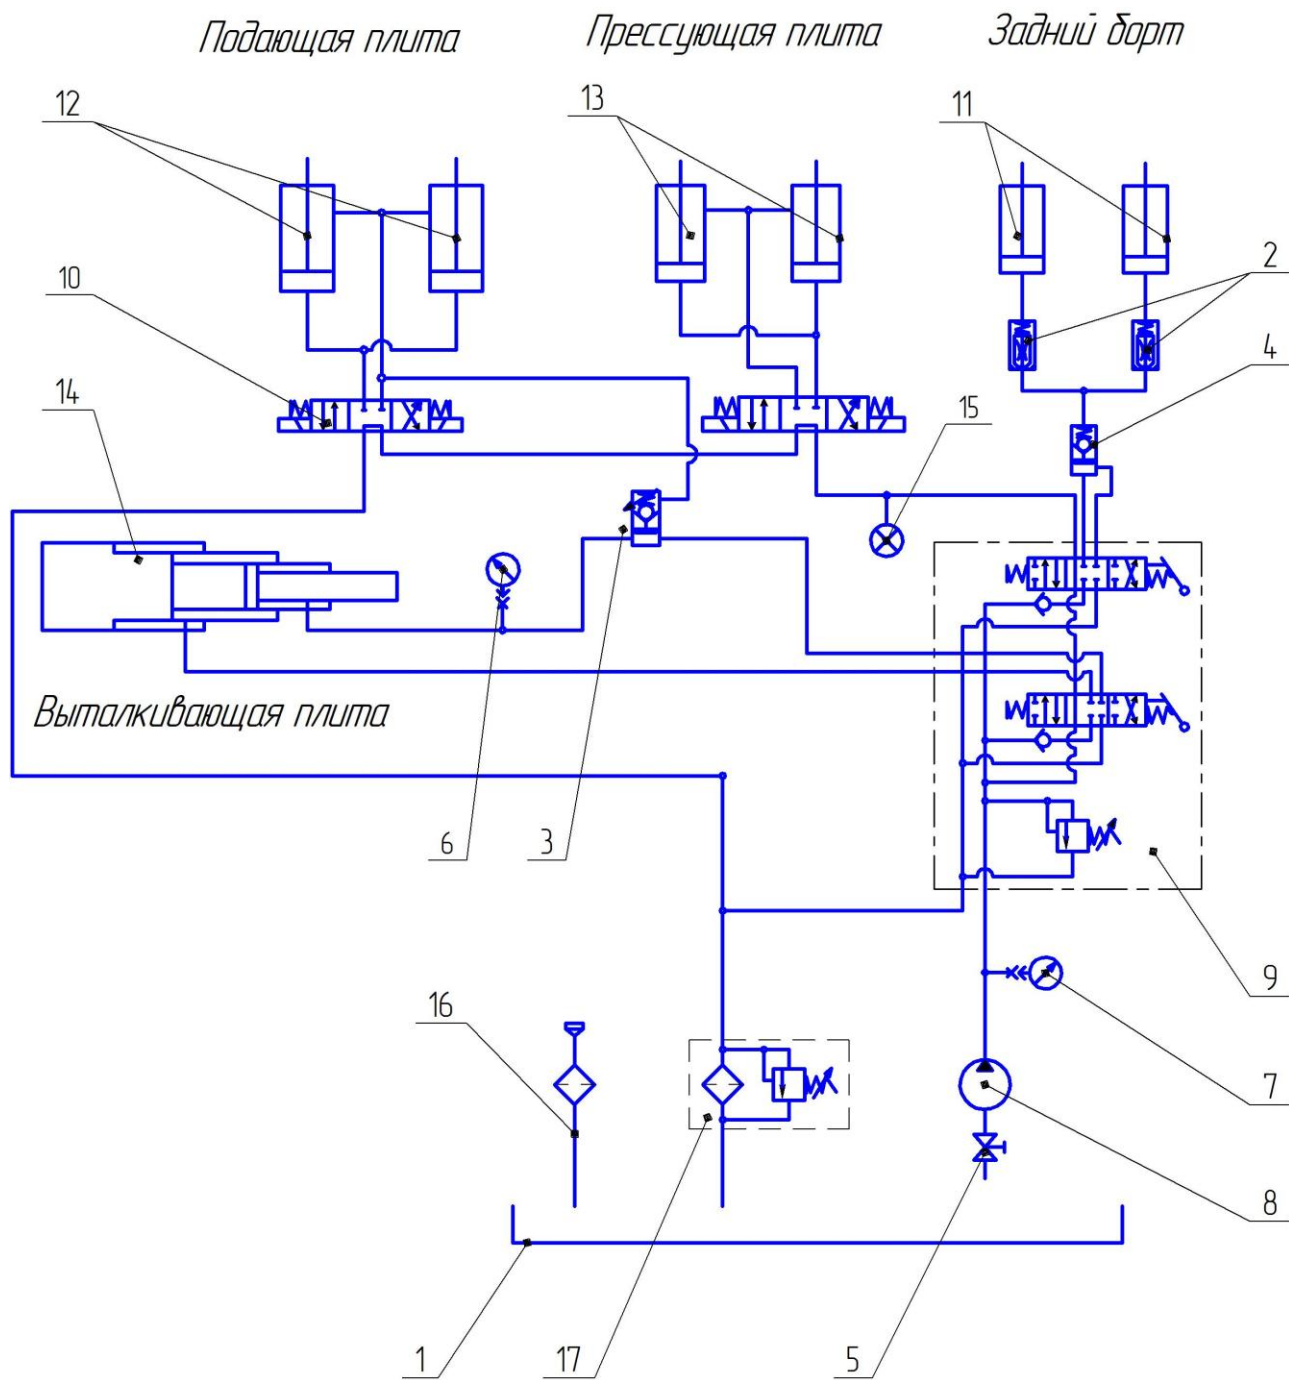

Рисунок 21- Схема гидравлическая принципиальная для мусоровоза КО-456
4.5 Гидросистема мусоровоза КО-456 (Рис.21)
Рабочая жидкость из маслобака через шаровой кран 5 (Рис.21) поступает к насосу и насосом подается к распределителям 9,10. В нейтральном положении золотников распределителей масло через сливной фильтр 16 сливается в бак.
Таблица 1 к рис. 21